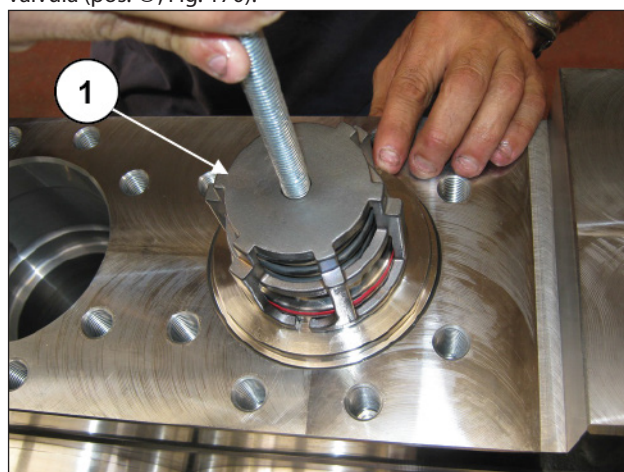

Fig. 170
Extraer el grupo de la válvula de envío introduciendo un extractor de percusión en el orificio M12 de la guía de la válvula (pos. ①, Fig. 170).